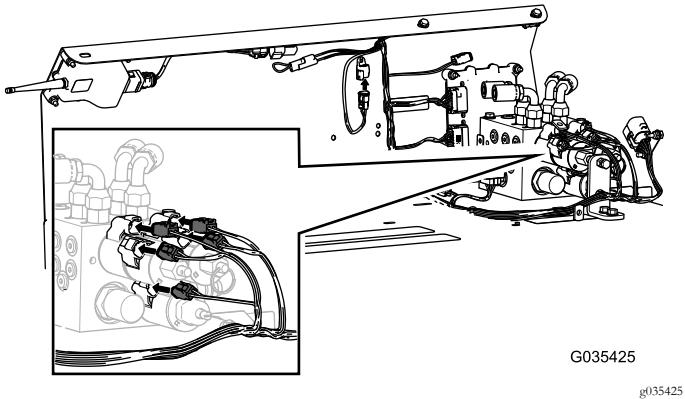
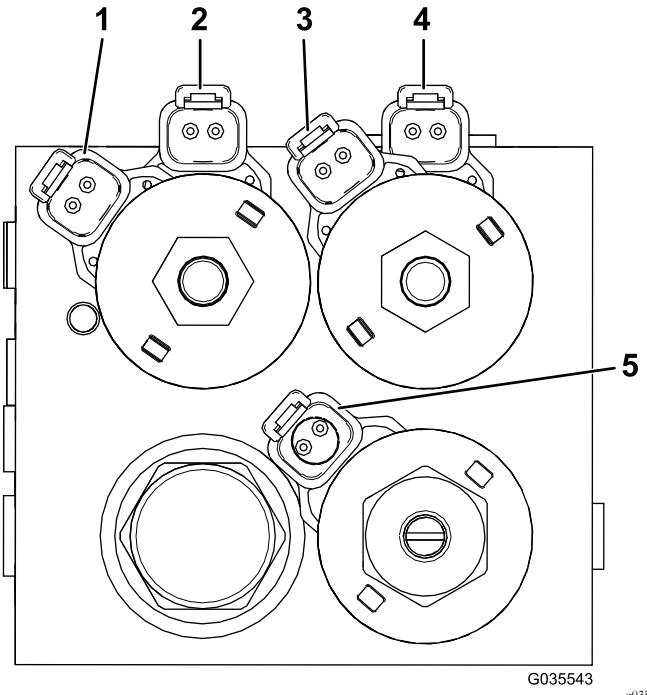

Figura 16
Figura 17
8. Conecte las 5 conexiones del arnés en las ubicaciones correctas del bloque hidráulico; consulte la Figura 16 y la Figura 17.